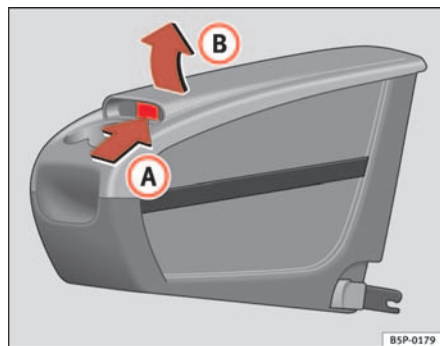

Abb. 111 Zusätzliche Ablage. Öffnen
- Die Klappe **(B)** im Bereich **(A)** ⇒ Abb. 111 anheben.